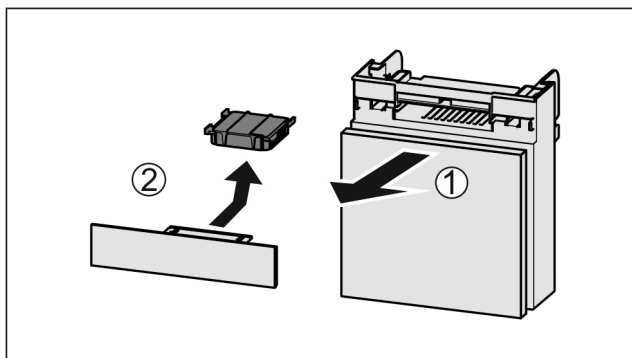

Fig. 182
- ▶ Zásuvku vytáhněte dopředu Fig. 182 (1).
- ▶ Filtr s aktivním uhlím vyjměte Fig. 182 (2).